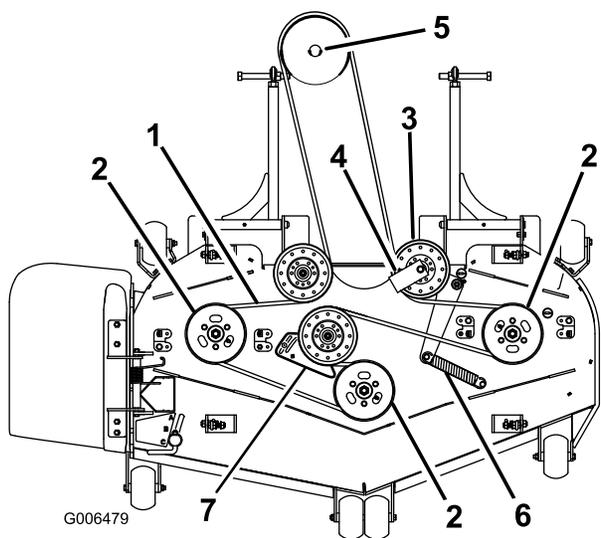

Figure 75
6. Enlevez le guide de courroie de la poulie de tension rappelée par ressort, comme montré à la Figure 75 et la Figure 77.
8. Acheminez la courroie neuve autour des poulies du tablier de coupe et de la poulie du boîtier d'engrenages, sous le moteur (Figure 75).
9. Montez le guide de courroie sur la poulie de tension rappelée par ressort à un angle de 45 degrés comme montré à la Figure 75 et la Figure 77. Serrez le boulon à un couple de 37 à 45 N·m (27 à 33 pi-lb).
10. Montez le ressort de la poulie de tension sur les 2 ergots (Figure 75 et Figure 77).